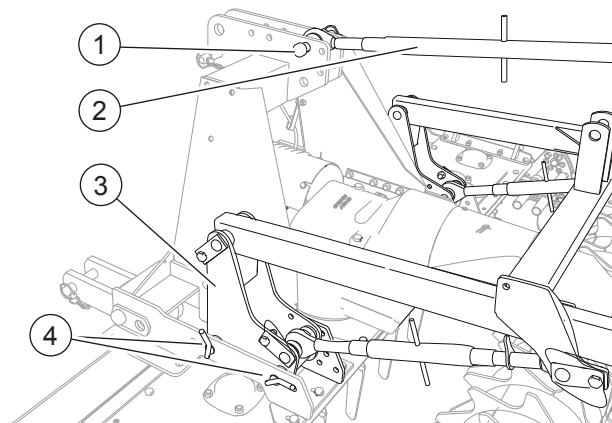

FIG. 16
- Posicionar el enganche en la máquina: insertar los enganches inferiores (3, “Fig. 16”) en las placas de la base del castillo enganche tripuntal.
- Fijar los enganches inferiores con los pernos (4).
- Conectar la tirante (2) al tripuntal de la máquina.
- Fijar el tirante con el perno (1).